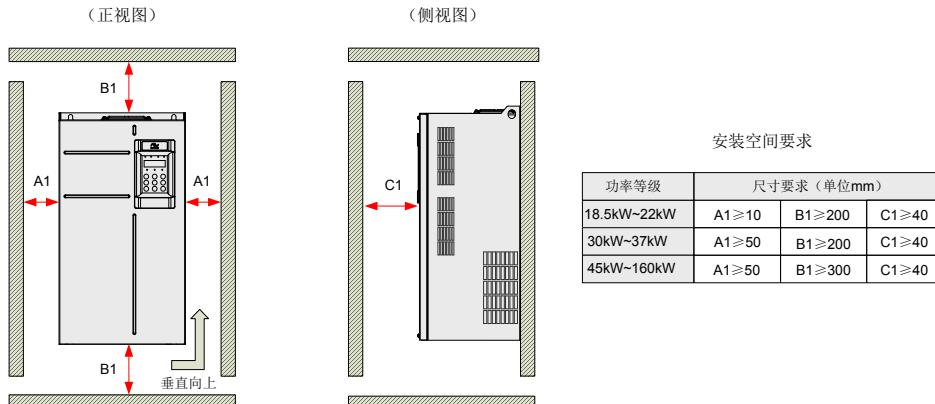

图 3-2 单台机器 [MD500ET18.5G(B)-MD500ET160G] 安装空间
- 安装空间要求如图 3-2 所示，需保证变频器有足够的散热空间，预留空间时请考虑柜内其它器件的散热情况；